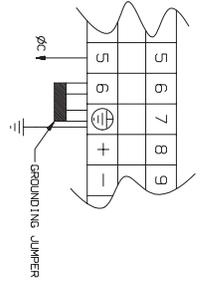

FIGURE 1
- 1.4 LOCATE THE GROUNDING JUMPER BETWEEN TERMINALS 6 AND 7 AS SHOWN IN FIGURE 1.
- 1.5 IF THE OUTPUT NEUTRAL IS NOT TO BE GROUND, REMOVE THE GROUNDING JUMPER THAT IS CONNECTED TO TERMINAL 6 AND 7 AS SHOWN IN FIGURE 1.